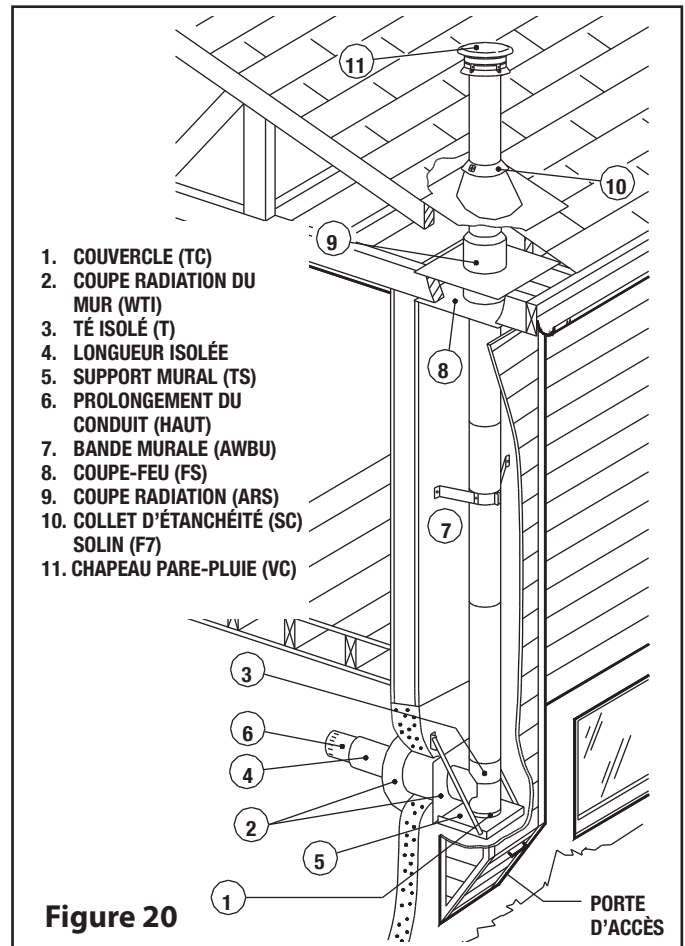

Figure 20
Étape 3. Attachez le capuchon de té au prolongement du conduit du support (TS, ATSC, seulement) en utilisant les trois (3) vis métalliques fournies. Assurez-vous que les vis ont traversé le prolongement du conduit. Le bouchon est dans la boîte avec le té isolé. Si un capuchon de té isolé est utilisé, verrouillez en tournant le capuchon de té au té (support réglable ATS et WS uniquement).
REMARQUE : Le support (WS) peut être installé au dessus de Té, se référer à la fig 20.